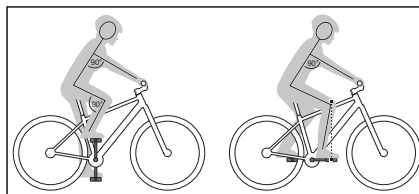

Fig. 2: Posizione di seduta
- ↳ Controllare se si assume una posizione di seduta comoda anche nelle corse lunghe e se si riesce ad utilizzare in sicurezza tutti i componenti fissati al manubrio durante la corsa (vedere Fig. 2).